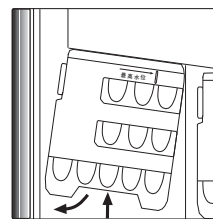

图1
- 按图1所示, 抓住冰盒底部上提, 向外用力将冰盒从门衬上提出。